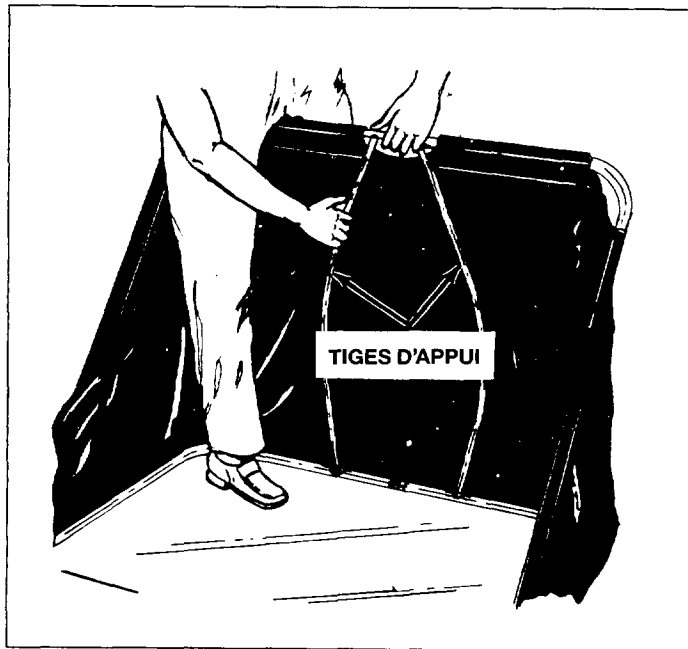

Fig. 21
11. Installez les deux tiges d'appui illustrées sur la figure 21. Placez l'extrémité supérieure de la tige dans le trou de la ferrure supérieure, repliez la tige vers l'extérieur et insérez l'extrémité inférieure de la tige dans le trou de la ferrure inférieure.